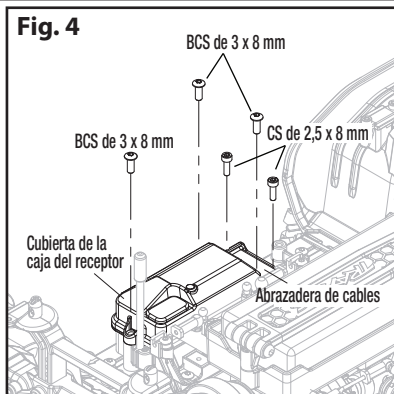

Fig. 3
2. Retire los tornillos avellanados (2) de 3 x 10 mm de la bandeja de la batería (Fig. 3).